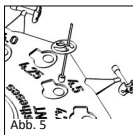

Abb. 5
■ **Abb. 5** Die TTP®VARIAC Prothese wird entsprechend der vorher ermittelten Länge (siehe oben: Anwendung der Sizer Disk) in die dafür vorgesehene Vertiefung an der Sizer Disk eingeführt. Dieser Vorgang sollte mittels der optional lieferbaren Titanpinzette (REF 8000 136) erfolgen.